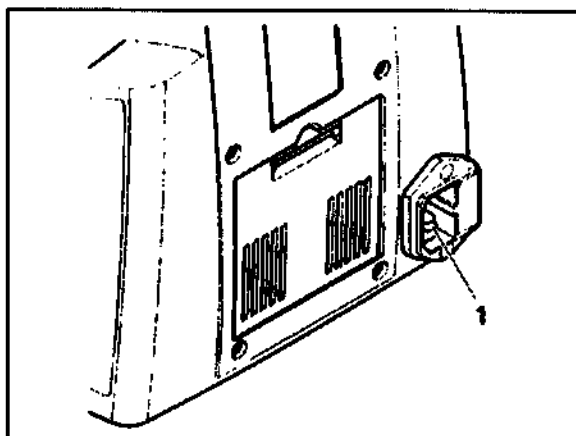

Рисунок 3-29. Источник питания в задней части штатива
- Подключите микроскоп (рисунок 3-29/1) к электросети с помощью шнура питания и розетки.